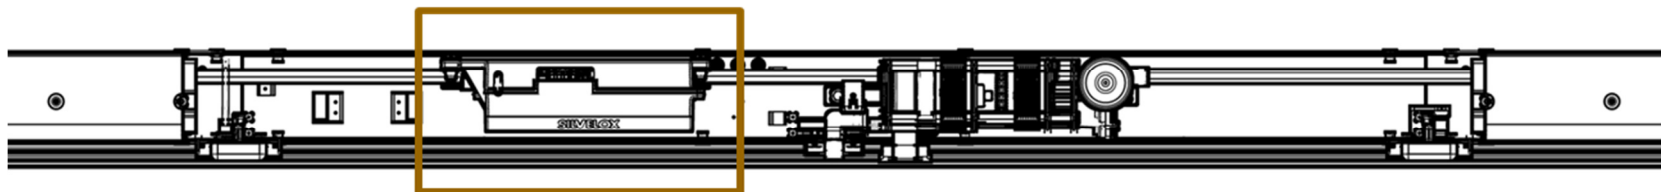
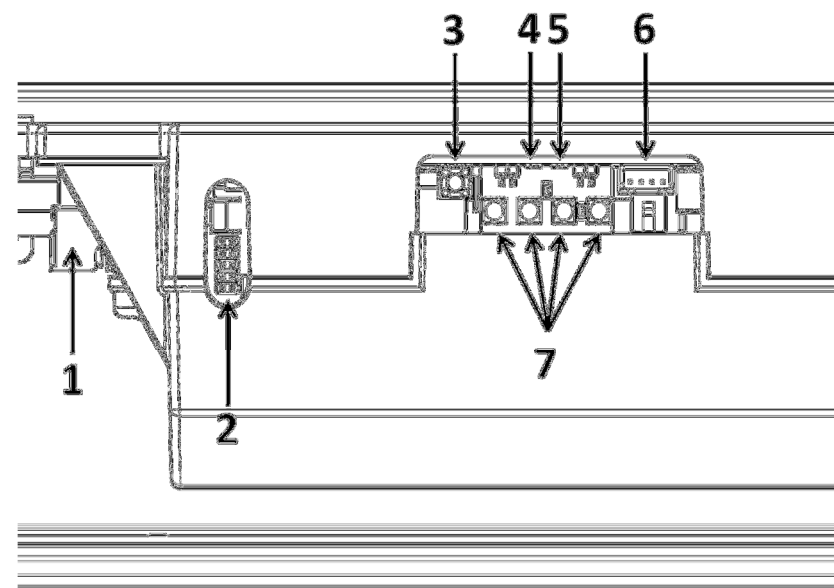
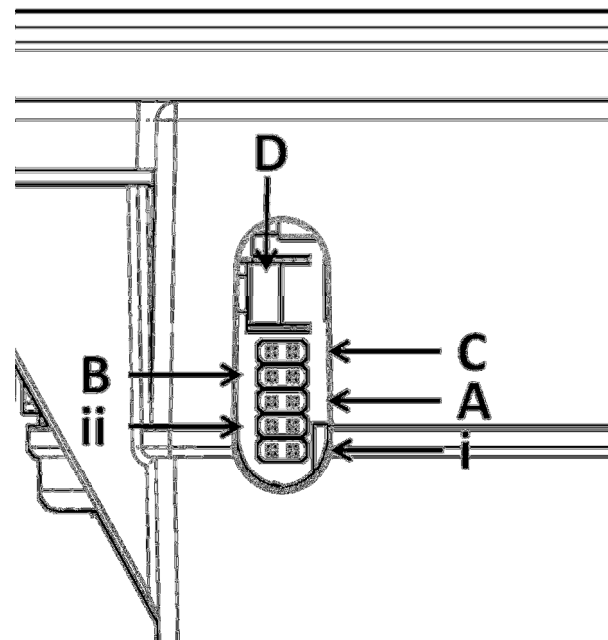
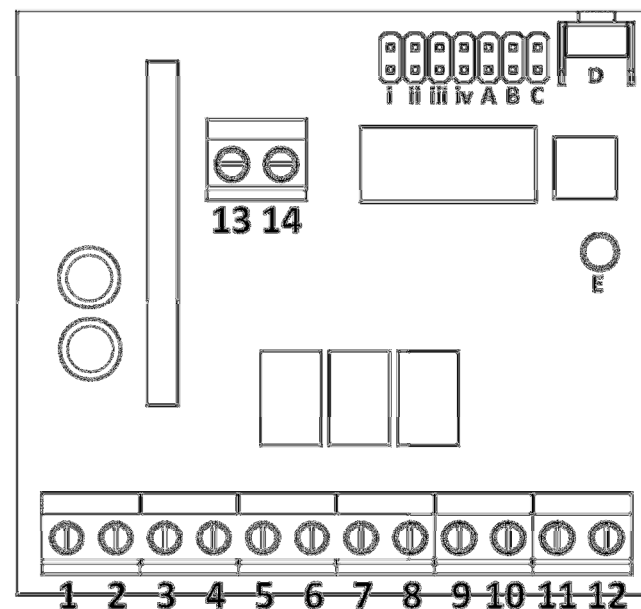

Figura 4-1
Figura 4-2
Figura 4-5
Figura 4-6
Le connessioni elettriche e i componenti elettronici sono racchiusi nella scatola della centralina, visibile immediatamente sulla traversa una volta rimosso la copertura centrale (Figura 4-1). Le connessioni/i componenti elettrici sono elencati in Tabella 4-1, facendo riferimento a Figura 4-2.
I dispositivi di sicurezza e/o gli accessori devono essere collegati alla morsettiera di Figura 4-2, numero di riferimento 1. Una vista in dettaglio della morsettiera è presentata in Figura 4-3 e la descrizione dei contatti è fornita in Tabella 4-2. Per facilitare la connessione dei cavi è possibile rimuovere la morsettiera dalla sua sede e riporla al suo posto una volta che le connessioni sono state eseguite. In Sezione 4.3 il diagramma dei cablaggi può aiutare a visualizzare le connessioni.
- Tenere premuto per 3 secondi il pulsante di controllo del TCA (Figura 4-2, numero di riferimento 3); il LED della diagnostica (Figura 4-2, numero di riferimento 4) lampeggerà 2 volte;
- Il LED della diagnostica (Figura 4-2, numero di riferimento 4): lampeggia (colore rosso) in caso di anomalie elettroniche;
- Il LED dell'alimentazione (Figura 4-2, numero di riferimento 5): si accende (colore verde) una volta che la porta è connessa alla rete elettrica;
- I LED della luce di cortesia (Figura 4-2, numero di riferimento 7): sono un gruppo di 4 LED bianchi; una volta che la porta è attivata, si accendono e rimangono accesi per un minuto (impostazione di fabbrica; modificabile da iOSApp, contattare un tecnico accreditato) dopo che la manovra è completata.
I controlli del ricevitore bicanale sono accessibili dallo spioncino della scatola centralina (Figura 4-2 numero di riferimento 2). In Figura 4-5 sono presentati in dettaglio, con la relativa descrizione in Tabella 4-3. Il ricevitore ammette un massimo di 150 trasmettitori. Per attivare il secondo canale, collegare i cavi del dispositivo esterno ai contatti 11-10 della morsettiere CN2 (Figura 4-3).
Il ricevitore quadricanale ad autoapprendimento per esterno è inserito in un contenitore in plastica ABS per un'ottimale protezione dagli agenti atmosferici. Permette quindi, se abbinato con il ricevitore bicanale incorporato nella porta per garage, il massimo numero possibile di utenze controllabili a distanza. In Figura 4-6, Tabella 4-4 e in Tabella 4-5 si trovano le descrizioni dei contatti presenti nella morsettiera del ricevitore quadricanale.
La modalità di funzionamento preimpostata al sistema trasmettitore-ricevitore é di tipo normale (ad impulso). In altre parole, premendo e tenendo premuto uno dei pulsanti del trasmettitore si determina sul ricevitore la chiusura del relè, mentre rilasciando il pulsante si determina l'apertura del relè. In alcune situazioni risulta però preferibile effettuare la chiusura e l'apertura di un relè attraverso due pressioni sequenziali sul pulsante del trasmettitore, in particolare quando lo si voglia utilizzare per l'accensione di una lampada di illuminazione. Questo tipo di funzionamento é denominato ON/OFF. Per attivarlo é necessario agire sul ricevitore, inserendo in maniera permanente il cavaliere nel ponticello corrispondente al relè di cui si vuole cambiare la modalità di apertura/chiusura (vedi Figura 4-5 e Figura 4-6).
**ATTENZIONE! Non lasciare inserito in maniera permanente il cavaliere sul ponticello “i” di Figura 4-5 del ricevitore bicanale.**
Tale procedura si attiva inserendo in maniera permanente il cavaliere nel ponticello “B” del ricevitore (vedi Figura 4-5 e Figura 4-6). In questo modo non é più possibile effettuare procedure quali ad esempio l'inserimento di un codice a distanza, l'ON/OFF e la cancellazione di un codice.
- Inserire il cavaliere sul ponticello “i” del ricevitore (vedi Figura 4-5).
- Premere e tenere premuto il tasto (1) del trasmettitore.
- In caso di utenze gestite dal secondo canale del ricevitore, ripetere le operazioni precedenti per il ponticello “ii” e il tasto (2).
- Inserire il cavaliere sul ponticello “i” del ricevitore (vedi Figura 4-6).